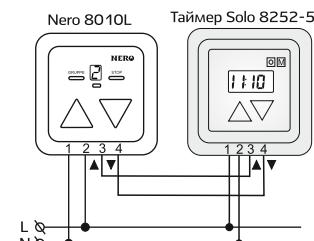
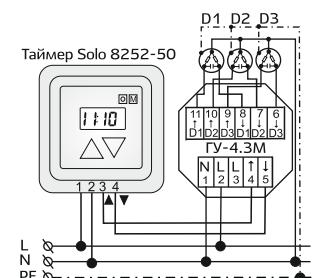

Рис. 3 — Схема подключения для линейки Nero
Рис. 4 — Схема подключения для GU-4.3M
- подключение к другим проводным устройствам автоматики в качестве пульта или таймера: управление осуществляется посредством подачи питающего напряжения ~230 В (рис. 3 и рис. 4);